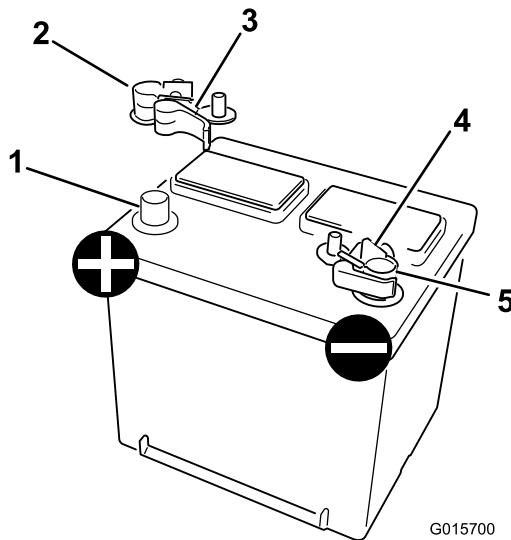

図 4
- クイック・アタッチ・コネクタを、両方とも、それぞれのクランプ・アーム外側を向くようにバッテリーの端子に取り付ける（図 4）。改造していない方のコネクタをバッテリーのプラス端子に接続する。改造したコネクタをバッテリーのマイナス端子に接続する。